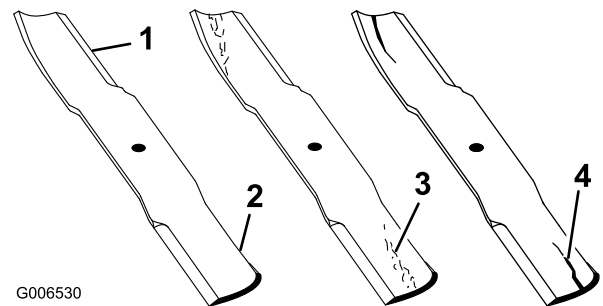

Figure 76
1. Examinez le tranchant des lames (Figure 76). Si les lames sont émoussées ou présentent des indentations, déposez-les et affûtez-les. Voir Affûtage des lames.
2. Inspectez les lames, surtout la partie relevée (Figure 76). Remplacez immédiatement toute lame endommagée, usée ou qui présente une entaille (Figure 76).